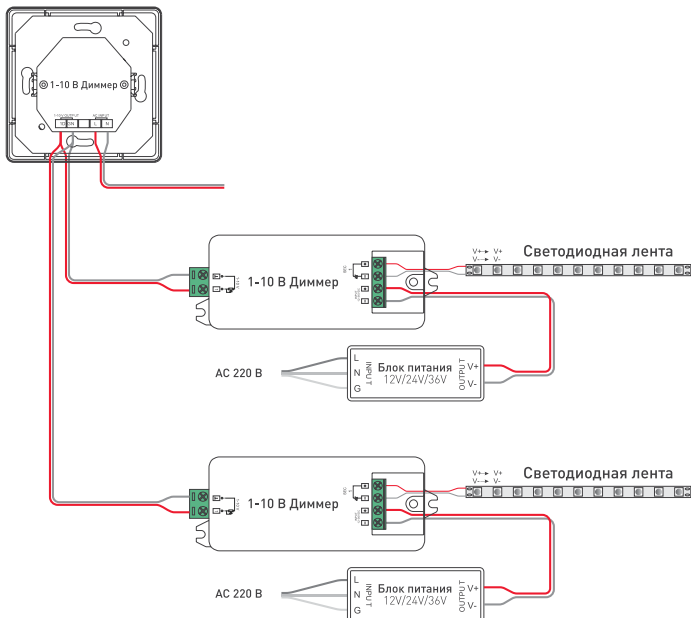

Рис. 1. Схема подключения панели на примере диммера SR-2006.
- 3.2. Выполните подключение согласно схеме Рис. 1.